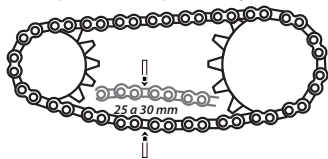

Imagen 26. Holgura de la cadena.
2. Mover la cadena con la mano hacia arriba y hacia abajo para revisar que su holgura esté entre 25 y 30 mm. Ver imagen 26.